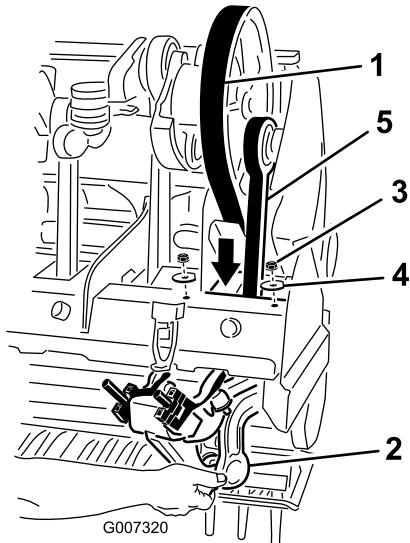

图39
5. 松开并拆下固定 1 号打孔臂的 Rotalink 阻尼器的 2 个锁紧螺母和垫圈 图39。
- 7. 降低传动皮带穿过打孔头机架并绕过 1 号打孔臂的下端 图39。